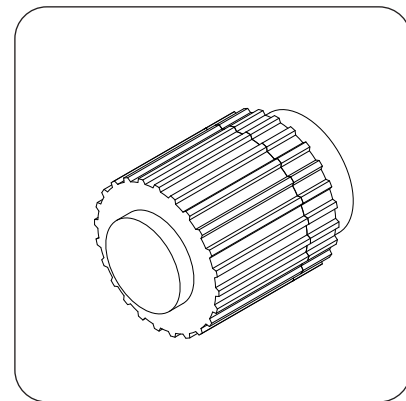
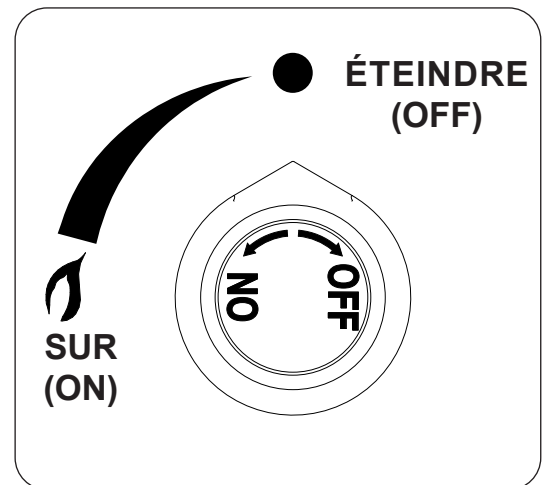

Fig. 44-1 Détail du bouton d'allumage
Fig. 44-2 Détail du bouton de commande
- 2. Localisez le panneau de commande sur le côté de l'appareil (consultez la LISTE DES PIÈCES D'IDENTIFICATION si nécessaire), et identifiez le bouton d'allumage (Fig. 44-1) et le bouton de commande du gaz (Fig. 44-2). Assurez-vous que le bouton de commande du gaz est en position OFF (éteindre) avant de commencer la séquence d'allumage.
**Pour éteindre votre brûleur à gaz**, tournez le bouton de commande du gaz dans le sens des aiguilles d'une montre jusqu'à la position **OFF (éteindre)** (voir Fig. 44-2). Assurez-vous que le bouton de commande est complètement éteint pour éviter toute fuite de gaz.